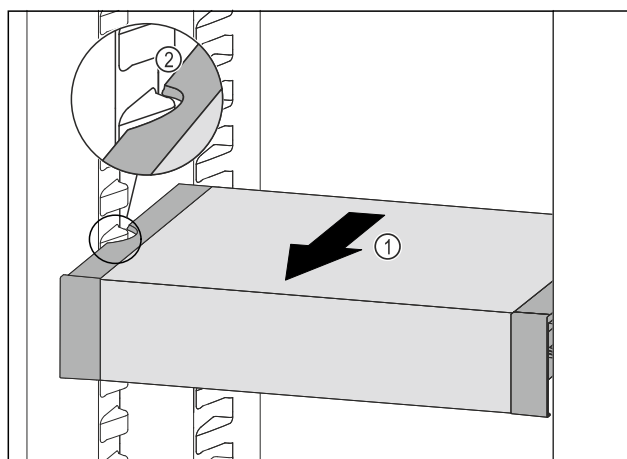

Fig. 118
- Trekk VarioSafe forover Fig. 118 (1), til utsparingene på sidene av VarioSafe er på nivå med rillene i kjøleskapet. Fig. 118 (2)